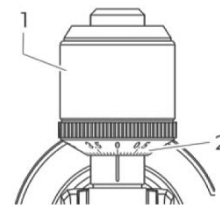

рис.4
8. Удерживая противовес (1) на месте (рис.4), поверните диск с разметкой (2) в положение «0» (положение на 12 часов).
Прижимную силу нужно отрегулировать в соответствии с установленным картриджем. (рис. 4)